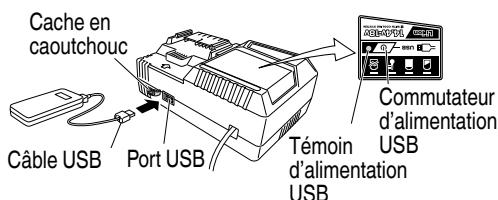

Fig. 14
(2) Mettez le commutateur d'alimentation USB sur marche (Fig. 14)
(3) Connectez le câble USB. (Fig. 14)
(4) Lorsque la charge est terminée
- Mettez le commutateur d'alimentation USB sur arrêt et débranchez le câble d'alimentation de la prise électrique. (Fig. 14)